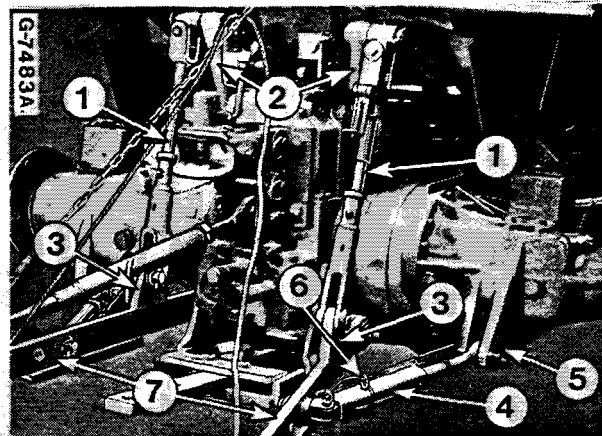

Figure 32
- a) Bloquez verticalement en calant les deux tringles de relevage (1) - Figure 32 - dans les extensions (3). Agissez sur le levier de contrôle de traction pour relever entièrement l'attelage 3-points et fermez la commande de descente.